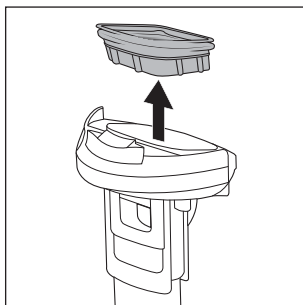

Fig. 24
- ◆ Rimuovere il filtro anti sporco ❶ dal contenitore dell'acqua sporca ❷ mettendo le dita nelle aperture laterali accanto al filtro anti sporco ❶ ed estraendo quest'ultimo dal coperchio del contenitore dell'acqua sporca ❸ tirandolo verso l'alto (vedere fig. 24).